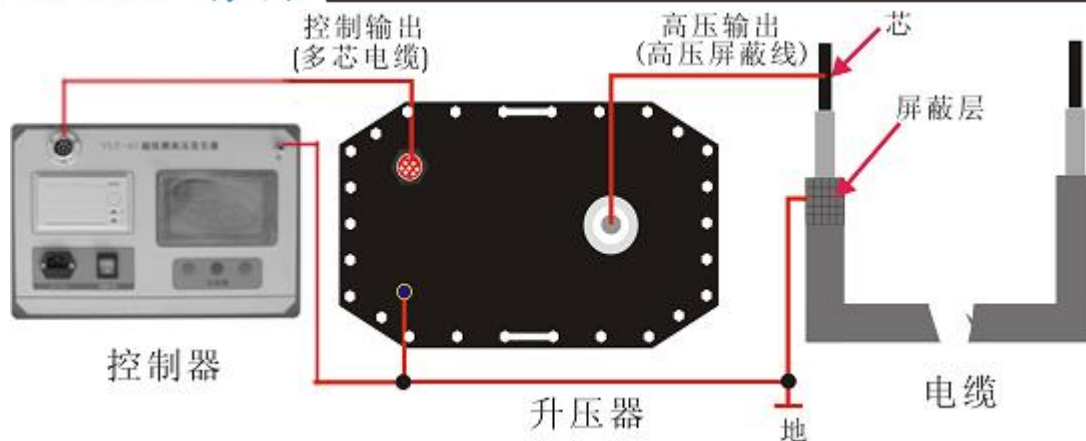

图 13 单相测量连线图
6. 用随机附带的专用柔性连接电缆将试验设备与试品电缆按图13所示的方法连接。合上电源，设定好试验频率、时间和电压以及高压侧的过流保护值、过压保护值，然后开始升压试验。升压过程应密切监视高压回路，监听试品电缆是否有异常响声。升至试验电压时，即开始记录试验时间并读取试验电压值。